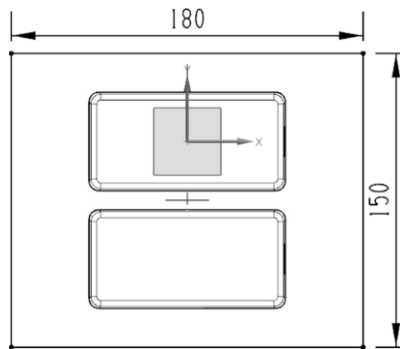
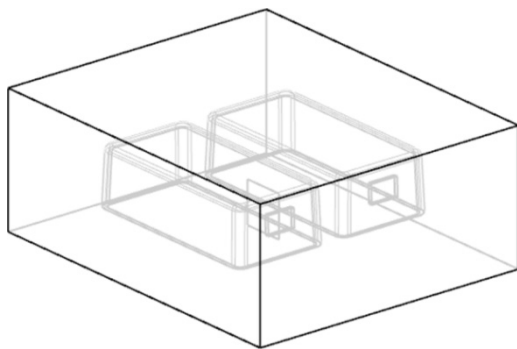

图 9-5 绘制一个矩形截面
图 9-6 创建工作件
(8) 单击“拉伸”按钮，以 XOY 平面为草绘平面，绘制一个矩形截面，如图 9-5 所示。
(9) 单击“完成”按钮，在【拉伸】对话框中对“指定矢量”选择“ $ZC \uparrow$ ”，“开始”选取“值”，把“距离”设为-20mm，“结束”选择“值”，“距离”为 50mm，对“布尔”选择“无”。
(10) 单击“确定”按钮，创建工作件，如图 9-6 所示。